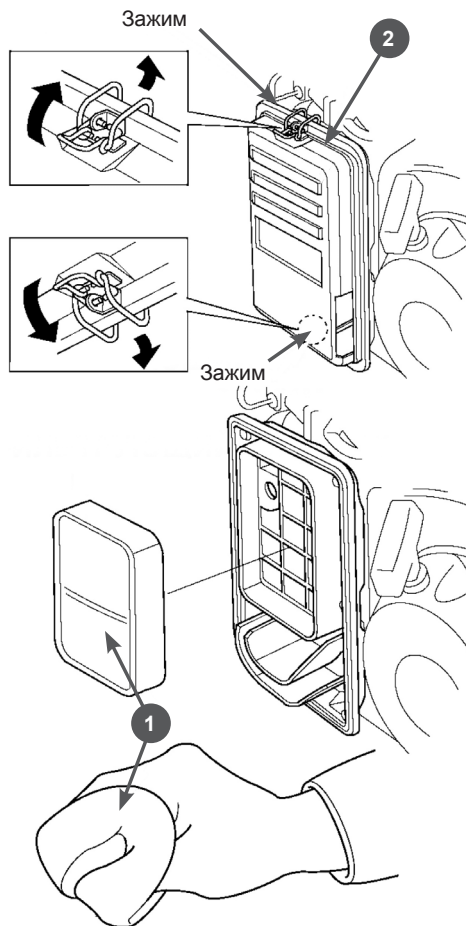

Рис. 13 Обслуживание воздушного фильтра
1. Нажмите на фиксаторы и снимите крышку корпуса воздушного фильтра 2 (Рис. 13).
2. Извлеките фильтрующий элемент 1 (Рис. 13).